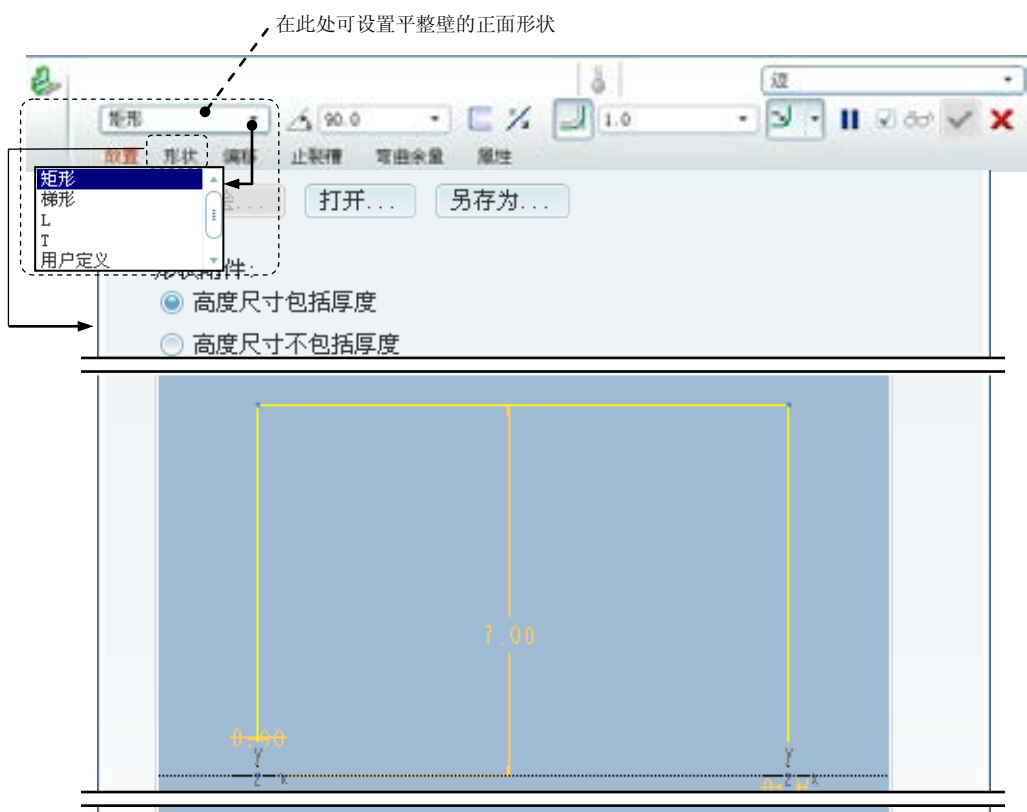

图 11.2.6 操控板
Step2. 选择下拉菜单    命令, 系统弹出图 11.2.6 所示的操控板。
Step4. 定义平整附加壁的形状。在图 11.2.6 所示的操控板中, 选取形状类型为 。